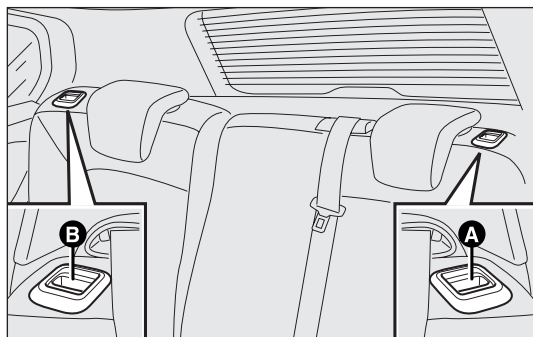

рис. 93
- рычажком А или В – рис. 93 разомкните фиксатор соответственно левой или правой стороны спинки и опустите спинку на подушку сиденья.